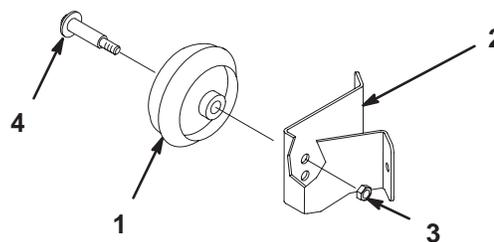

Figure 11
1. Pour modifier la hauteur des roues avant de la tondeuse, retirez le boulon de fixation de la roue et montez-le dans un autre trou (Fig. 11).
2. Utilisez le trou du haut pour la plus petite hauteur de coupe, et le trou du bas pour les hauteurs de coupe supérieures (Fig. 11).